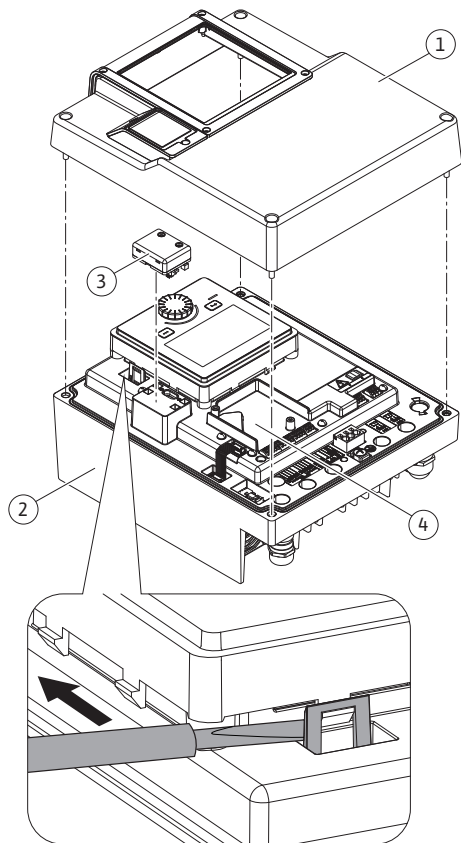
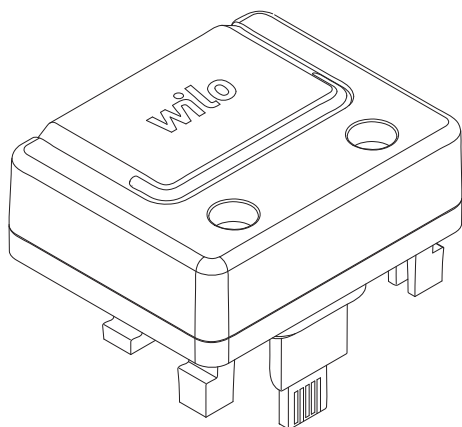

Fig. 25: Módulo electrónico
Fig. 26: Módulo Wilo-Smart Connect BT
1. Abra los ganchos (Fig. 25) con cuidado utilizando una herramienta (p. ej. destornillador).
La interfaz Bluetooth del módulo Wilo-Smart Connect BT (Fig. 25, Pos. 3 y Fig. 26) sirve para la conexión a terminales móviles, como smartphones y tabletas. En la aplicación Wilo-Assistant está la función Wilo-Smart Connect. Con la función Wilo-Smart Connect se puede manejar y ajustar la bomba y se pueden leer sus datos. Véanse los ajustes en el capítulo «Puesta en marcha» [► 49].
1. Afloje los cuatro tornillos de la parte superior del módulo electrónico (Fig. 25, Pos. 1; Fig. I, Pos. 2).
3. Inserte el módulo Wilo-Smart Connect BT en la interfaz Wilo-Connectivity prevista. Véase la Fig. 25, Pos. 3.
Los módulos CIF (accesorios) sirven para la comunicación entre las bombas y la gestión técnica centralizada. Los módulos CIF se insertan en el módulo electrónico (Fig. 25, Pos. 4).